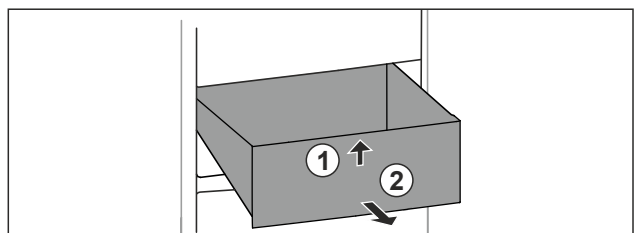

Fig. 101
- ▶ Приподнимите выдвижной ящик спереди. Fig. 101 (1)
- ▶ Извлеките выдвижной ящик движением вперед. Fig. 101 (2)